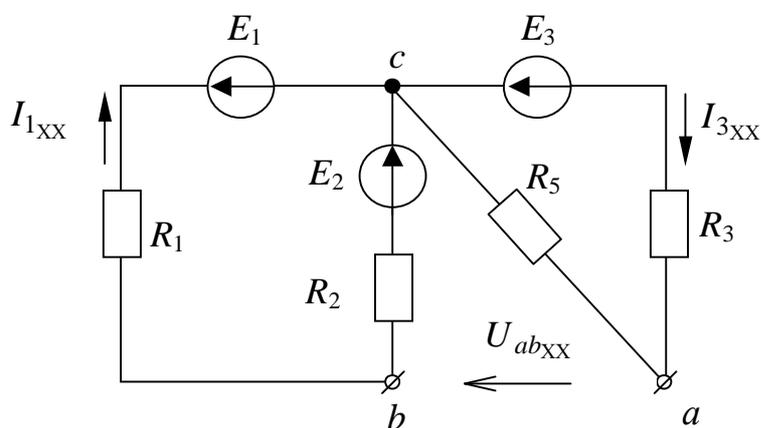

Рис. 2.10
В рассматриваемом случае схема, соответствующая холостому ходу эквивалентного генератора, выглядит так (рис.2.10.).
1. Определение ЭДС эквивалентного генератора (рис. 2.10). В двухконтурной схеме определяются токи в ветвях и далее на основе второго закона Кирхгофа в контуре acb